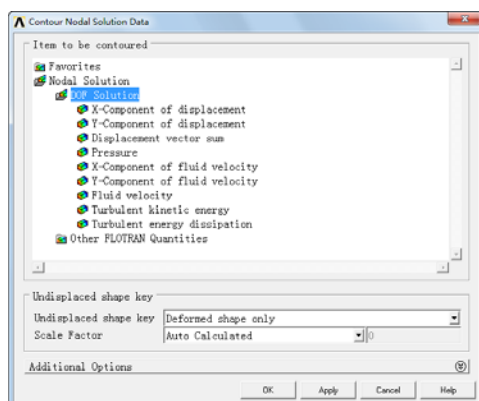

图 9-133 “Contour Nodal Solution Data”对话框
①读入计算结果：依次选择 Main Menu→General PostProc→Read Results→Last Set，读取最后一次迭代的计算结果。
②依次选择 Main Menu→General PostProc→Plot Results→Contour Plot→Nodal Solution，会弹出“Contour Nodal Solution Data”对话框，如图 9-133 所示。